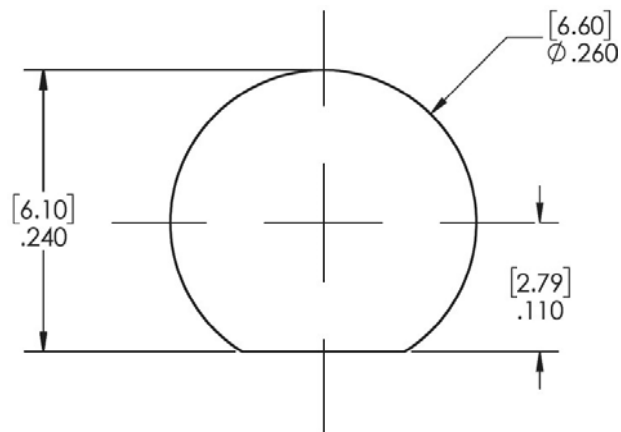

图2 -1/4-36UNS-2A螺纹天线的推荐安装孔
4. 确定外部天线的最佳位置，并开一个用于安装天线和接头的孔（尺寸见图2）。